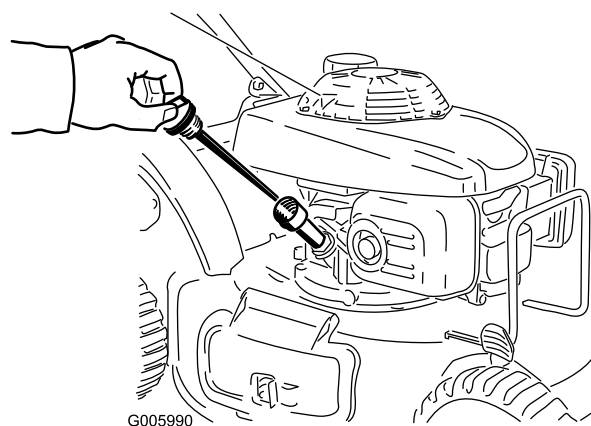

Figura 12
1. Retire la varilla (Figura 12).
2. Vierta aceite **lentamente** por el tubo de llenado de aceite, comprobando el nivel con la varilla de vez en cuando, hasta que la varilla indique que el motor está lleno, tal como muestra Figura 12. **No llene demasiado.** (Capacidad máxima: 20 onzas (0,55 l), **tipo: SAE 30, aceite detergente** con clasificación de servicio API , SH, SJ, SL o superior.)